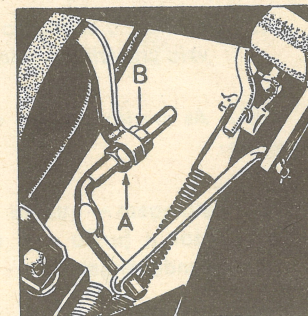

Fig. 102
1.º — Afrouxa-se a contra-porca A (fig. 102);